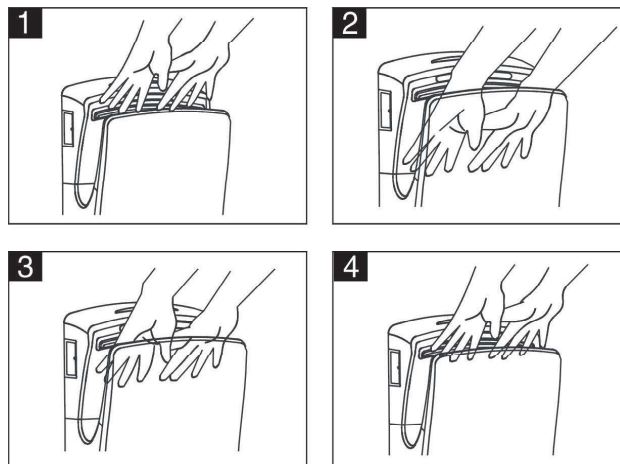

fig.6
- Placez les mains dans l'ouverture (voir fig.6).